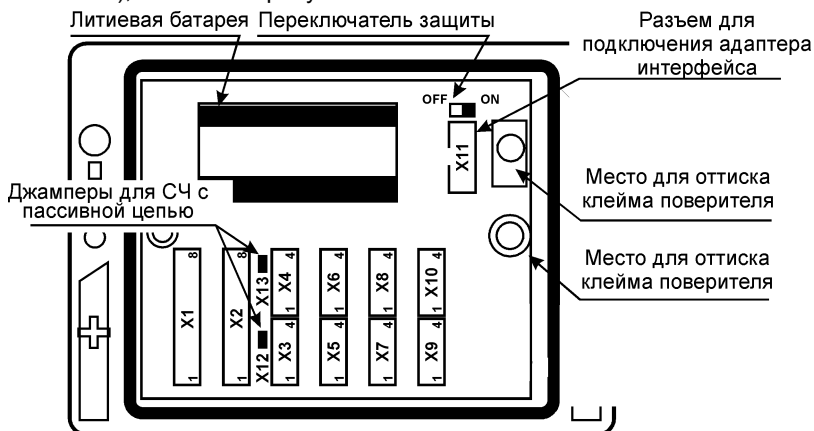

Рисунок 5.3 – Внешний вид модуля
Экраны кабелей должны быть электрически соединены между собой (только в одной точке) и с контактами Х3:1 и Х4:1 (рис. 5.3).
1. Джемперы X12 и/или X13 (рис. 5.3) должны быть установлены;
1. Джемперы X12 и/или X13 (рис. 5.3) должны быть сняты;
Для защиты от несанкционированного вмешательства в работу вычислителя переключатель защиты (рисунок 5.3) переводят в левое положение OFF. При этом попытки изменения настроечных параметров (кроме параметров группы **Интерф.** и параметров **RO**, **N2**, **CO2** и **P6** группы **Общие**) игнорируются, а на табло индицируется сообщение **ЗЩ!**.